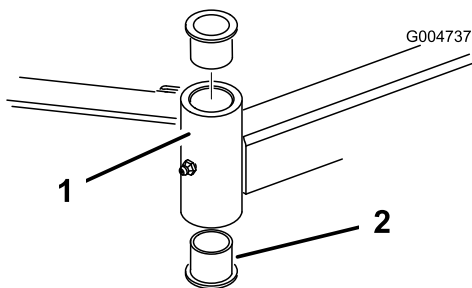

Figura 110
4. Introduza um punção para cavilhas na zona superior ou inferior do tubo de montagem e retire o casquilho para fora do tubo (Figura 110).